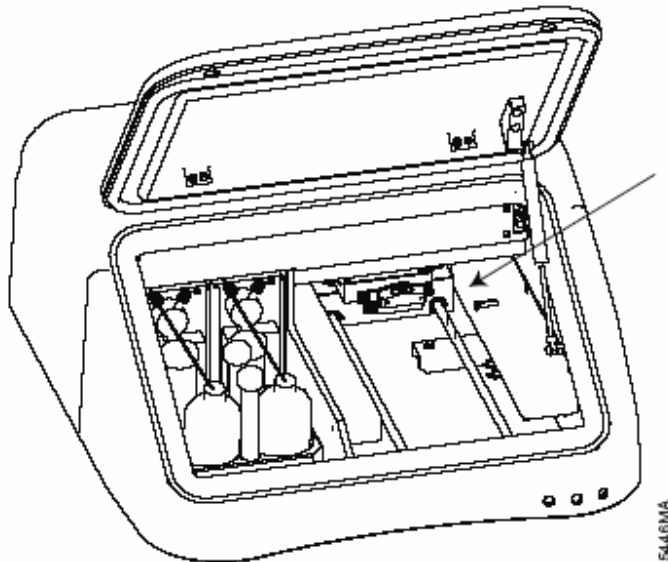

Abbildung 18. Schieben Sie den optischen Messkopf zur Mitte.
3. Schieben Sie den Messkopf von der Ausgangsposition zur Mitte des Instruments (Abb. 18).
4. Schieben Sie den optischen Messkopf in die Mitte des Luminometers, wobei das schwarze Metallgestell an der rechten Seite des Luminometers freigelegt wird (Abb. 18).